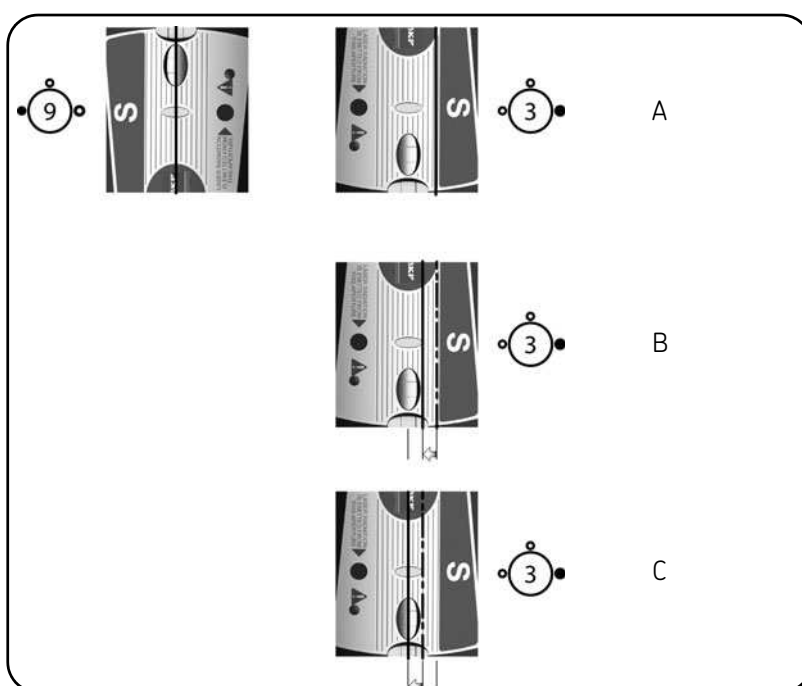

Fig. 13. Alignement grossier
- d) Si l'alignement horizontal est très insuffisant, les rayons laser risquent de passer à côté des zones de détection. Si c'est le cas, il convient de procéder à un réglage grossier. Procéder en dirigeant les rayons laser sur les détecteurs de positionnement dans la position 9 heures. Mettre les appareils de mesure en position 3 heures si les rayons touchent l'extérieur de la zone de détection. Ajustez les rayons en position à mi-chemin entre le centre du détecteur et la position effective en vous servant du mécanisme présenté sur la fig. 13. Alignez la machine mobile jusqu'à ce que les rayons atteignent le centre du détecteur de positionnement.